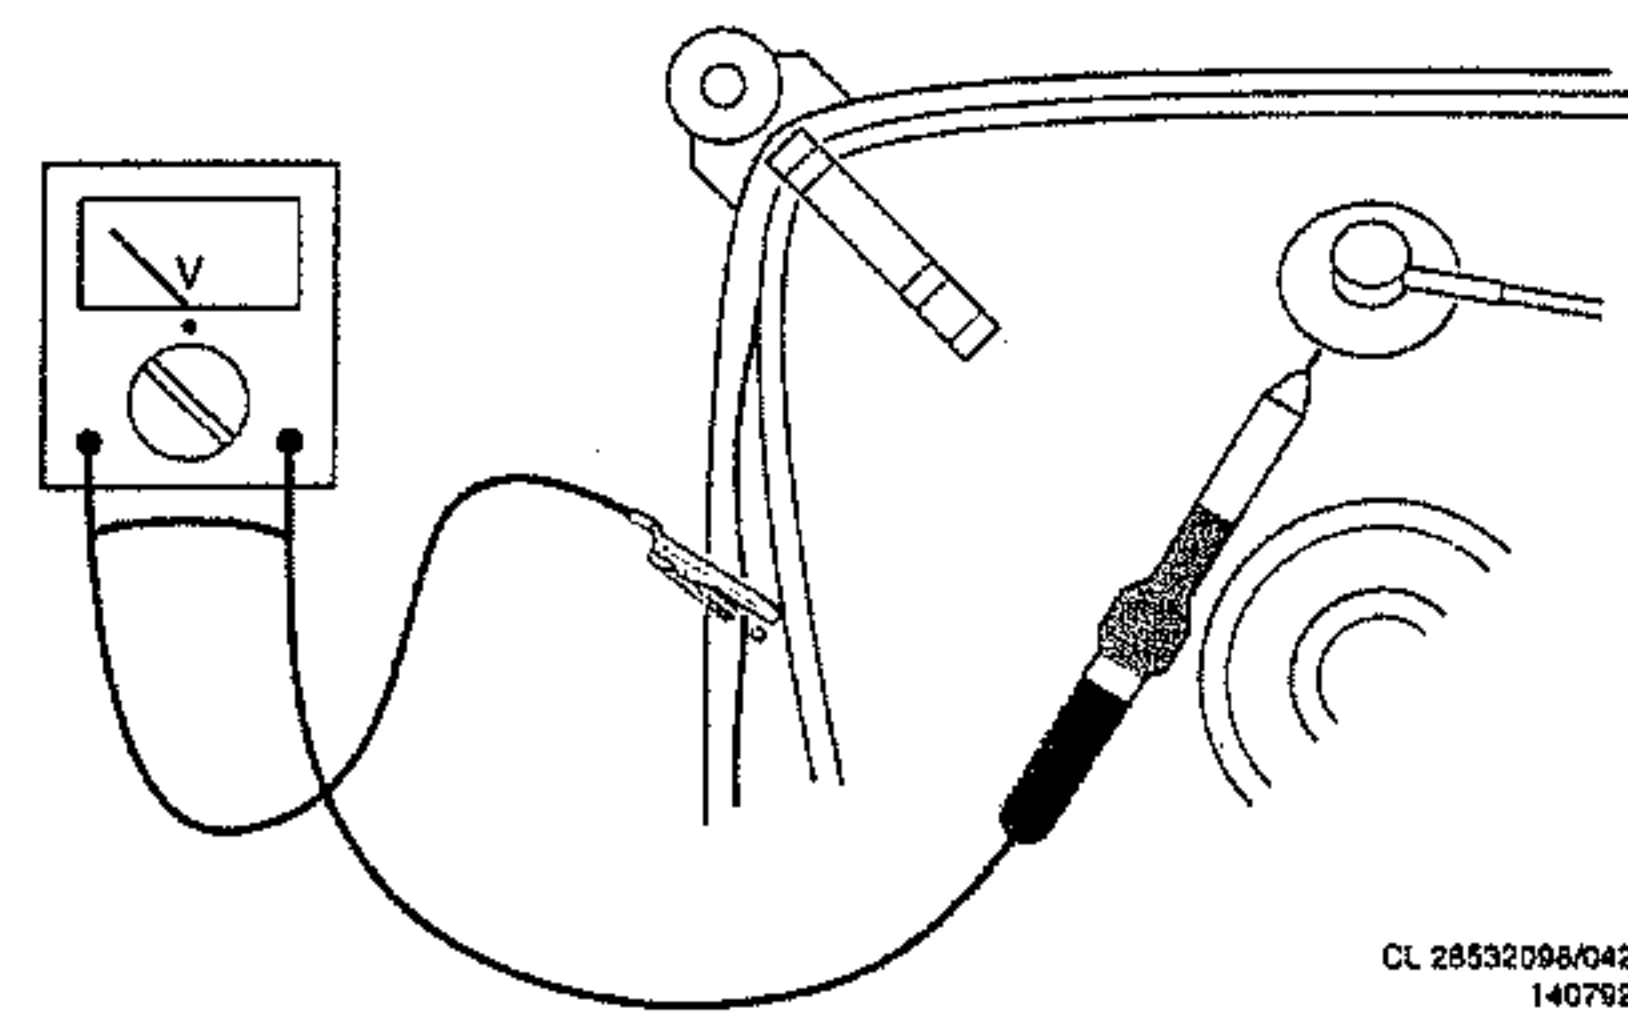

Abbildung 2-1
- Um Beschädigungen an ICs und Transistoren zu verhüten, müssen Hochspannungsüberschläge vermieden werden. Um eine Beschädigung der Bildröhre zu verhindern, muß zur Entladung der Bildröhre das in Abb. 2-1 angegebene Verfahren angewandt werden. Benutzen Sie einen Hochspannungsmeßkopf und ein Universal-Meßgerät (Einstellung DC-V). Die Entladung muß erfolgen, bis der Zeigerausschlag des Instrumentes 0 V beträgt (nach ca. 30 sek.).